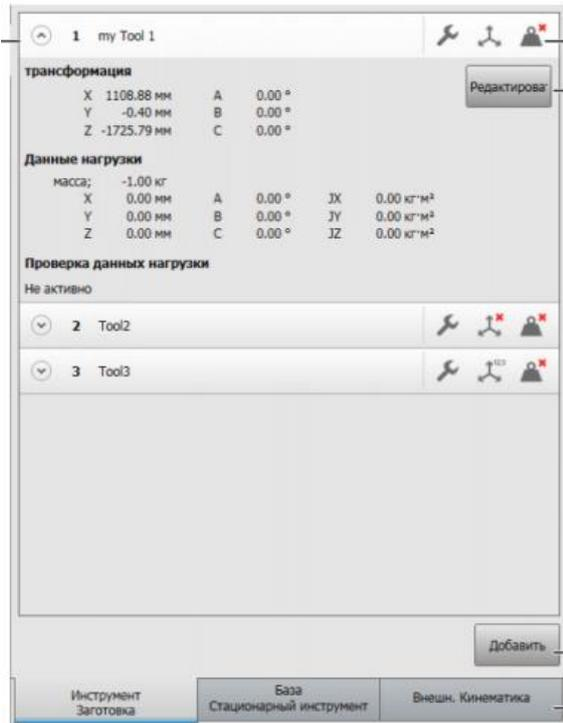
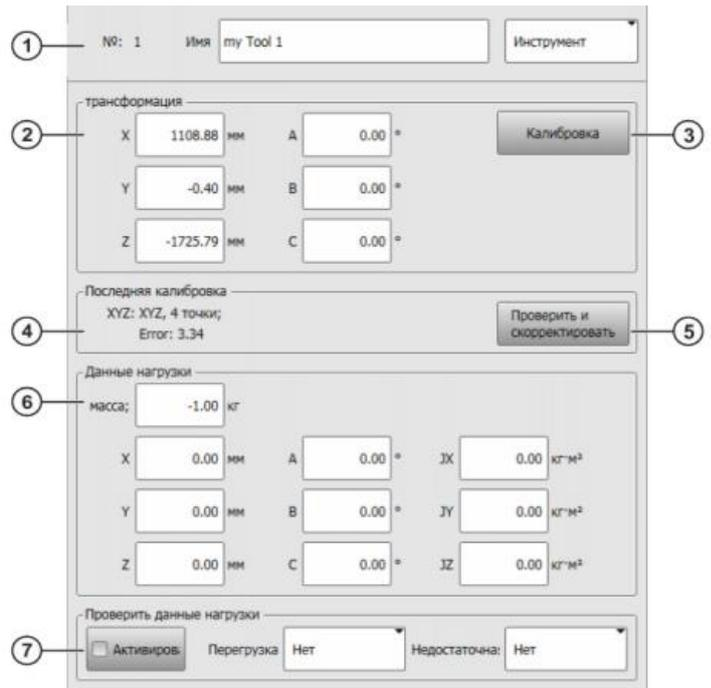
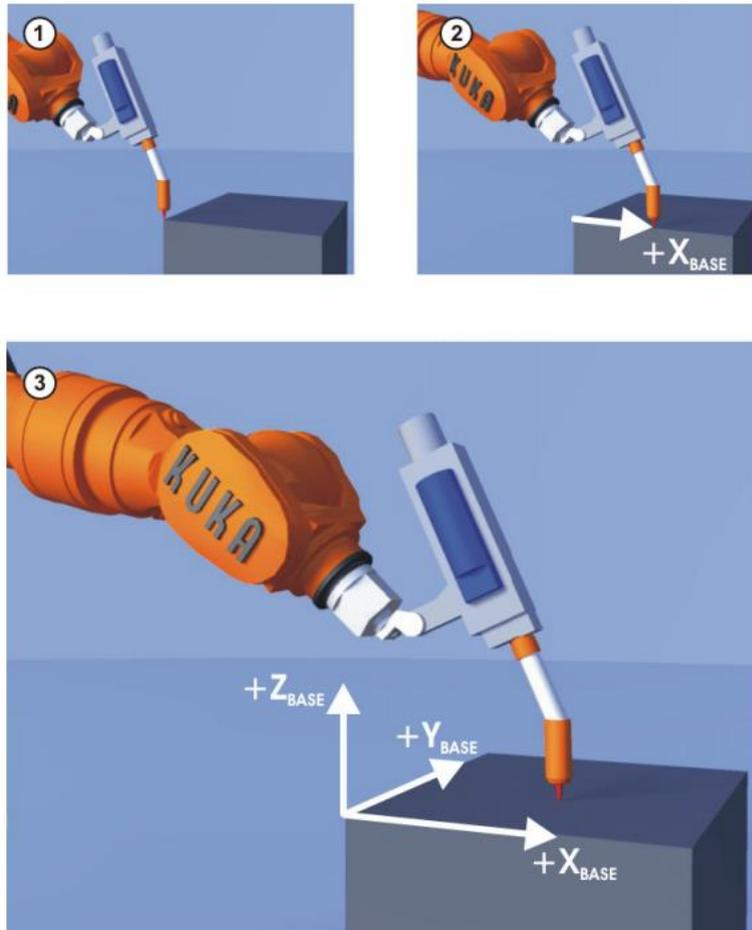

Рис. 1.4 Добавление инструмента
Рис. 1.5 Создание инструмента
Рис. 1.8 Метод «3 точки» для калибровки базы
Калибровка инструмента начинается с открытия на экране *smartPAD* главного меню. Далее выбираем «Ввод в эксплуатацию» > «Управление инструментами и базами». Далее необходимо коснуться клавиши «Инструмент/Заготовка» и нажать клавишу «Добавить» (рис. 1.4).
В открывшемся окне **1** (рис. 1.5) выбрать «свободный» номер инструмента, задать имя нового инструмента в поле ввода и выбрать вид калибруемого объекта. Из двух вариантов всплывающего меню «Инструмент» или «База» выбрать «Инструмент».
**Третий шаг** калибровки инструмента выполняется путём ввода данных нагрузки в поле **6** во вкладке «Управление инструментами и базами» с выбором соответствующего инструмента (рис. 1.5). В случае если в контроллере робота имеется опция *KU-КА.LoadDetermination*, то данные нагрузки определяются автоматически.
**Метод «три точки»** является основным и предполагает запись координат точки, являющейся началом системы координат базы **1**, точки на положительном направлении оси  $X_{BASE}$  **2** и точки на плоскости  $X_{BASE} Y_{BASE}$  **3** (рис. 1.8). Последовательность калибровки следующая. Сначала выбираем в главном меню «Ввод в эксплуатацию» > «Управление инструментами и базами». Далее необходимо коснуться клавиши «База/Стационарный инструмент» и нажать клавишу «Добавить» (рис. 1.4). Далее в открывшемся окне, похожем на окно калибровки инструмента без поля «Данные нагрузки» (рис. 1.5) выбрать «свободный» номер базы, присвоить ей имя и в поле «База/Стационарный инструмент» выбрать «База». Далее нажать клавишу «Калибровка» и выбрать из двух методов метод «3 точки».